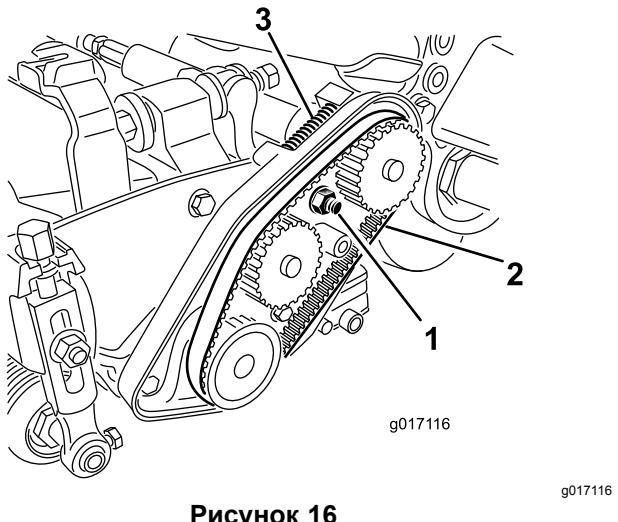

Рисунок 16
- Ослабьте гайку корпуса подшипника (Рисунок 16).
- Снимите ремень (Рисунок 16).
- Убедитесь, что на ремень воздействует усилие от пружины сжатия (Рисунок 16).